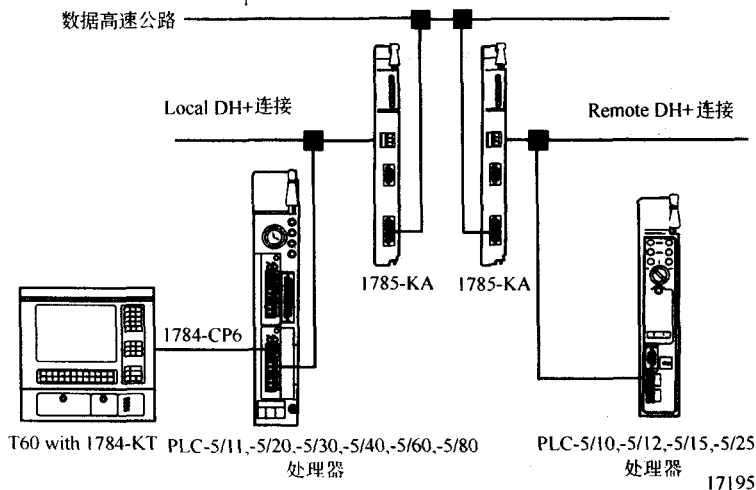

图 10-3 一个 PLC-5 编程器，两个 DH+，一个数据高速公路
- 选择 DH+ 也允许你连接到在其他 DH+ 上的 CPU，这两个 DH+ 通过数据高速公路连接。图 10-3 显示一台个人计算机连接到 DH+ 上，这个 DH+ 又通过数据高速公路与另一个 DH+ 互连，在这两个 DH+ 上的任意一个 PLC-5 可以被设置为在线编程的默认 PLC。作为一个网络访问选项，选择 Remote（DH+），然后输入：